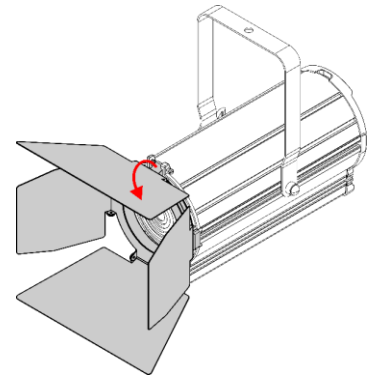

Fig. 10
- 03) Abbassare il **fermo del portagelatina (02)** per rilasciare la **vite a molla (01)** (vedere Fig. 10). L'aletta frangiluce viene bloccata in posizione.